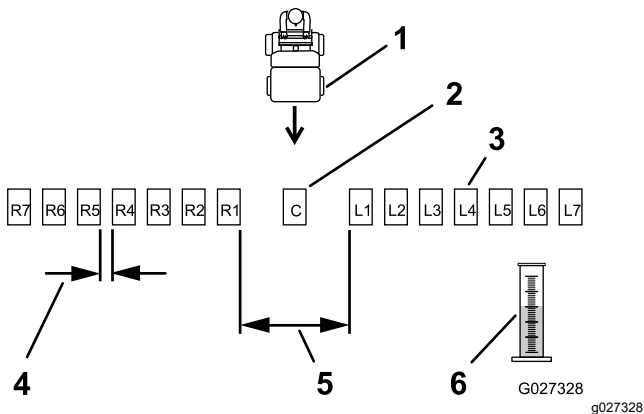
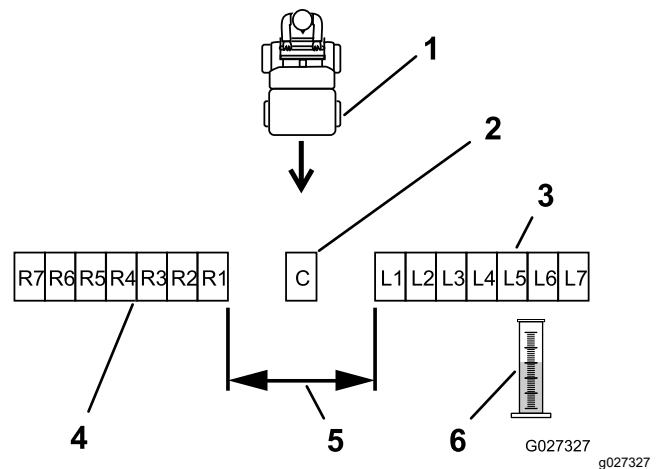

Figure 22
Figure 23
- Placez les autres bacs en ligne droite, comme montré à la Figure 22 ou la Figure 23.
Placez 6 autres bacs de chaque côté en les espaçant de 30 cm (12 po) (Figure 22).
Placez six autres bacs côte-à-côte de chaque côté (Figure 23).
6. Étiquetez chaque éprouvette de dosage en fonction du bac correspondant (par exemple L2, L1, Central, R1, R2); voir Figure 22 et Figure 23.